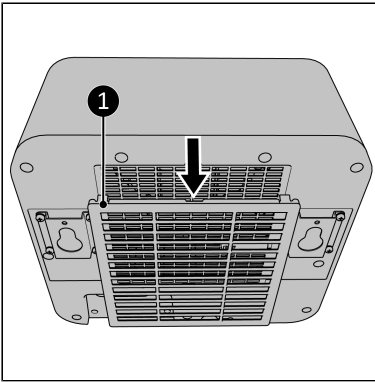
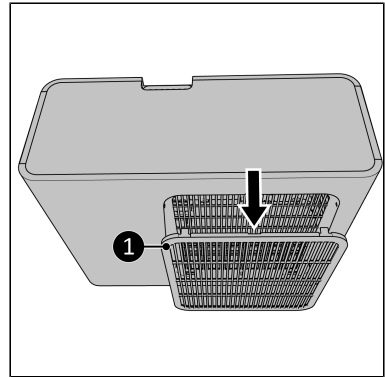

Abbildung 62.
Abbildung 63.
2. Entfernen Sie den Rahmen (Abbildung 62, Pos. 1 für das Innengerät und Abbildung 63, Pos. 1 für das Außengerät) und entfernen Sie den Filter.